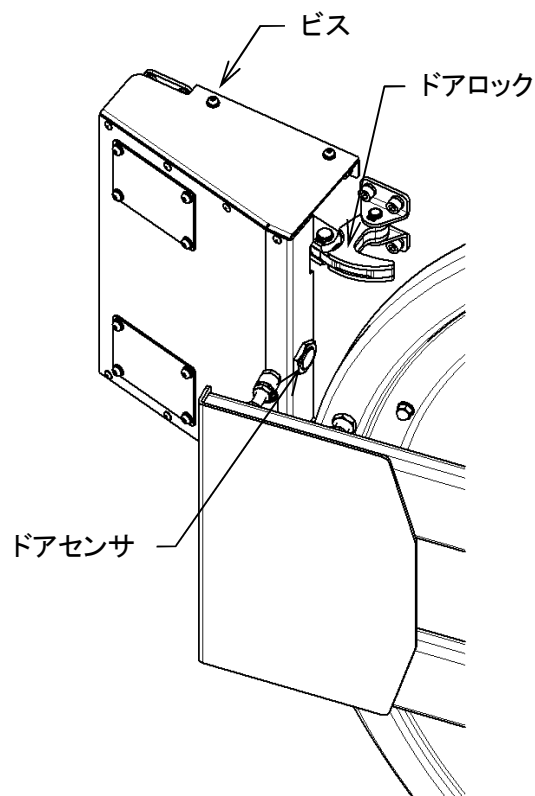

図 8-8
**8. 3.5 ドアセンサ(図 8-8)****警告／WARNING!**